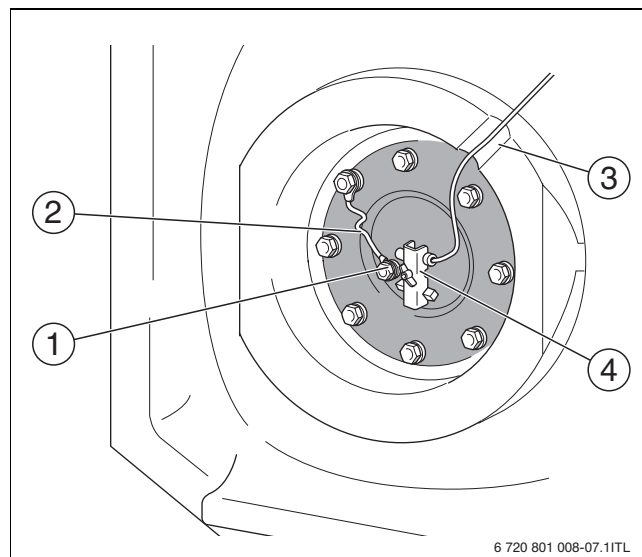

Fig. 10 Conexiones en la abertura de inspección
- ▶ Guíe el cable de la sonda por la ranura del aislamiento térmico (→ fig. 10, [3]) hasta la tapa del registro de acceso manual.
- ▶ Monte la sonda de temperatura en la fijación para la sonda conforme a su forma geométrica o al diámetro (→ fig. 10, [4]).